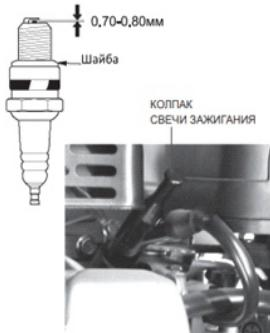

Рис.17
1. Отсоедините колпак свечи зажигания (Рис. 17) и удалите грязь вокруг свечи зажигания.